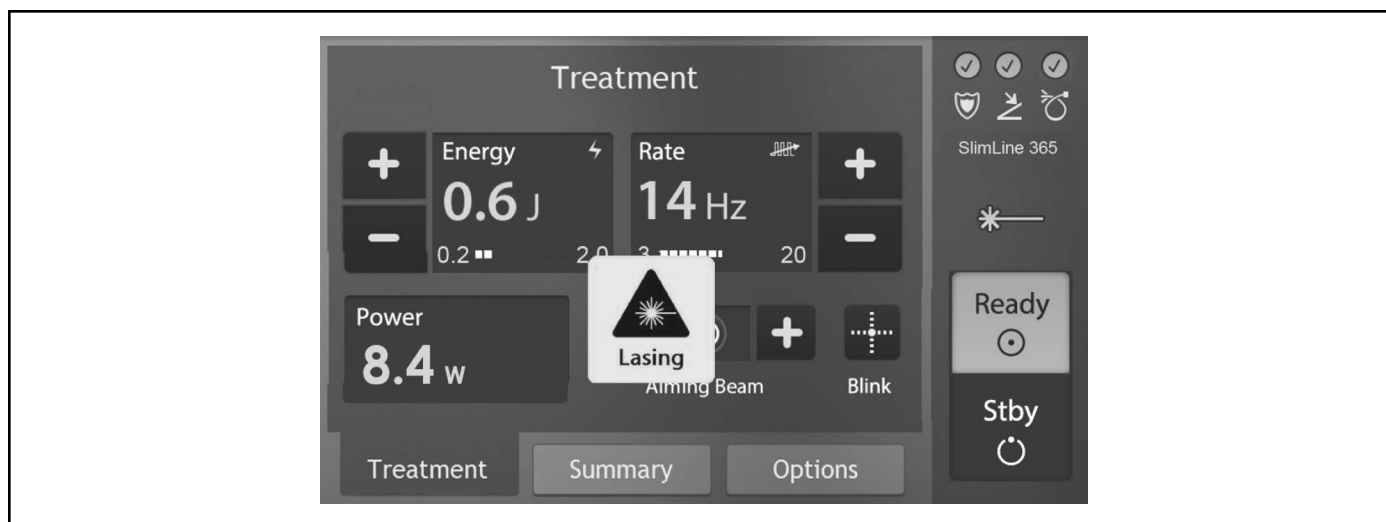

Figure 10 : Indicateur d'émission laser
9. **Icône d'émission laser** – cette icône s'affiche à l'écran lorsque la pédale est enfoncée et que le système émet un faisceau laser (voir figure 10).